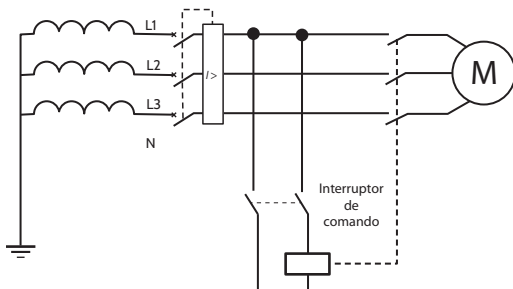

Figura 13 Método d1b) Circuito de Control, sin transformador, conectado entre dos conductores de línea de un sistema a puesto a tierra
- b) recibiendo alimentación entre dos conductores de línea, ver Figura 13; o
Nota 3 La Figura 13 muestra el caso en el que la alimentación se realiza en el ECT TN. El circuito de control es el mismo en el caso de un ECT TT
Nota 4 En la Figura 13 no se muestra ningún dispositivo de protección necesario para el circuito de potencia ni para el circuito de control, cuyas disposiciones se establecen en 6.3 y 7.2